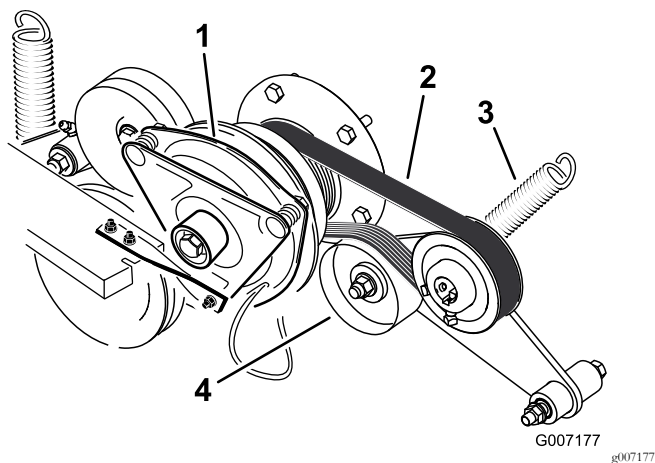

Figure 70
- 3. Décrochez le ressort du bras de la poulie de tension (Figure 70).
- 4. Montez la courroie neuve sur les poulies du moteur et des pompes hydrauliques (Figure 70).
- 6. Raccrochez le ressort au bras de la poulie de tension (Figure 70).